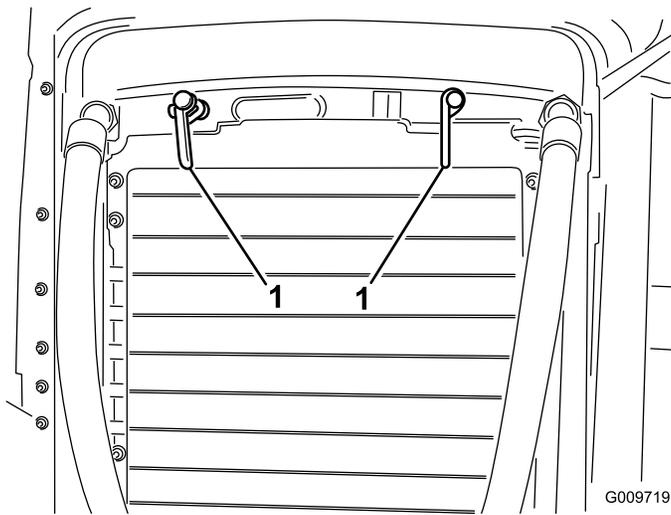

Bild 75
2. Drehen Sie die Riegel (Bild 75), mit denen der Ölkühler am Rahmen befestigt ist.